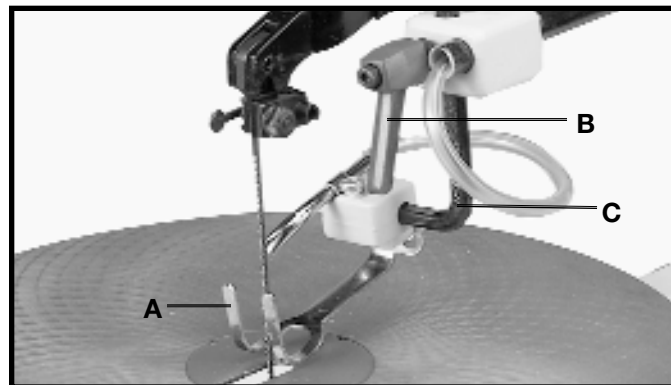

Fig. 34
La tige de retenue (A) fig. 34, devrait être réglée pour entrer en contact avec la surface supérieur du travail à couper en desserrant la poignée de verrouillage (B) et en déplaçant la tige de retenue (C) vers le haut ou vers le bas. Puis serrer la poignée de verrouillage (B).